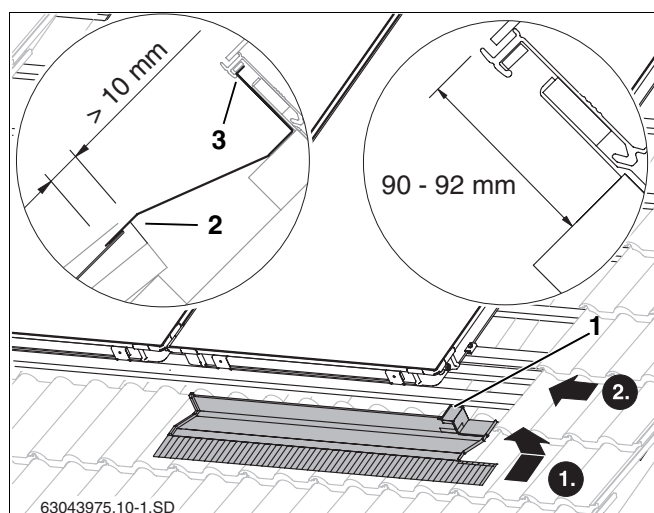
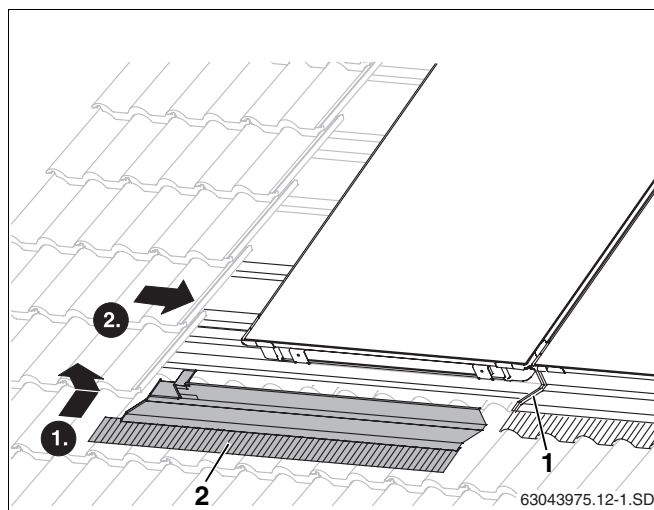

Рис. 44 Правый нижний накладной лист
Рис. 47 Укладка левого нижнего накладного листа
- Правый накладной лист вставить верхней кромкой в паз коллектора (рис. 44, поз. 3).
- Придвинуть накладной лист к коллектору так, чтобы и правая короткая кромка (рис. 44, поз. 1) входила сверху в паз коллектора.
Накладной лист нужно уложить на черепицу так, чтоб он перекрывал черепицу минимум на 10 мм (рис. 44, поз. 2).
- Уложить левый накладной лист (рис. 47, поз. 2) на предыдущий и смонтировать как правый (рис. 44).
Защитную пленку можно снять с накладного листа (рис. 47, поз. 1) только после того, как будут закреплены все листы.